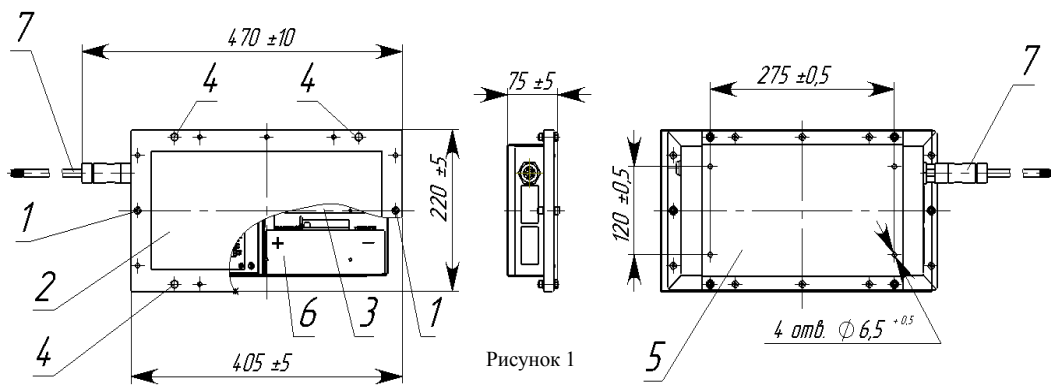

Рисунок 1
Для подключения светильника необходимо (см. рисунок 1):
- отвернуть четыре болта (4), отсоединить от светильника установочную скобу (5), и закрепить её на вертикальную поверхность (стену) при помощи 4-х болтов М6-6gx25-25.21.10X17Н13М2Т ГОСТ 7798-70 и пружинных шайб 6.3X13 ГОСТ6402-70, поставляемых в комплекте со светильником, затянув с усилием не менее 2,5 Н.м;
- подсоединить, поставляемый в комплекте со светильником, кабель с кабельным разъемом (7) к разъему, установленному на корпусе светильника;
- отсоединить оптический отсек от аккумуляторного отсека, отвернув два болта (1). Подключить к положительной клемме аккумулятора отсоединенный провод. Собрать оптический отсек с аккумуляторным отсеком;
- закрепить светильник к установочной скобе (поз. 5), при помощи 4-х болтов (4), затянув с усилием 2,5 Н.м. Кабель с кабельным разъемом должен находиться в левой верхней части корпуса (см. рисунок 1);